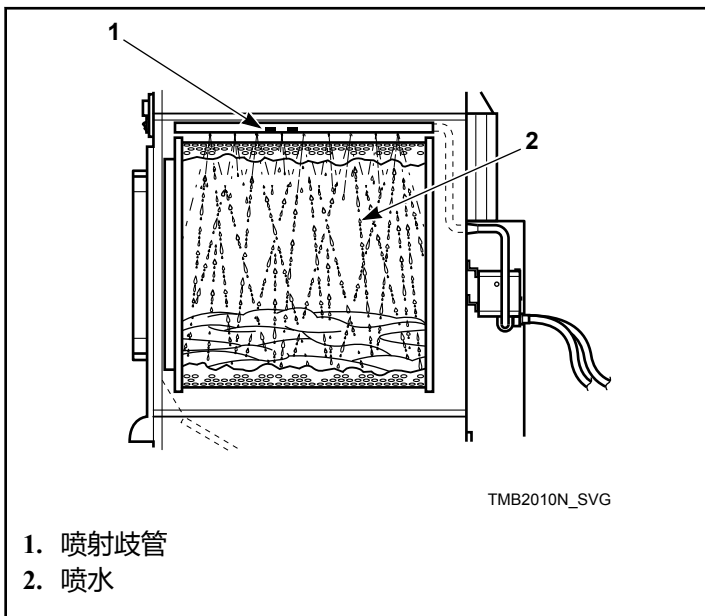

图 68
7. 喷水 15 秒后，长按重置按钮，直到喷水停止且指示灯熄灭。该过程将持续 1 秒钟。参见图 67 及图 68。